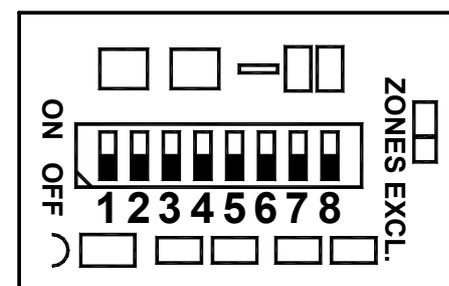

Fig. 5
Avec la télécommande, seulement à centrale déconnectée, il est possible d'exclure une ou plusieurs zones de la centrale simultanément; pour abilitier cette fonction, il faut sélectionner les zones qu'on veut exclure par le dip-switch "ZONES EXCL." (voir Fig.5). A chaque voie du dip-switch une zone est jointe: DIP1=L1, DIP2=L2 etc. Déplacer en haut (ON) la voie du dip-switch correspondante à la zone qu'on veut exclure avec la télécommande et presser la touche à gauche de la télécommande; en confirmation de la correcte opération, le buzzer intérieur de la centrale produit un son de huit impulsions, et l'allumage du led "ZONES EXCL.". Presser successivement la touche centrale de la télécommande pour insérer l'installation. **ATTENTION!**